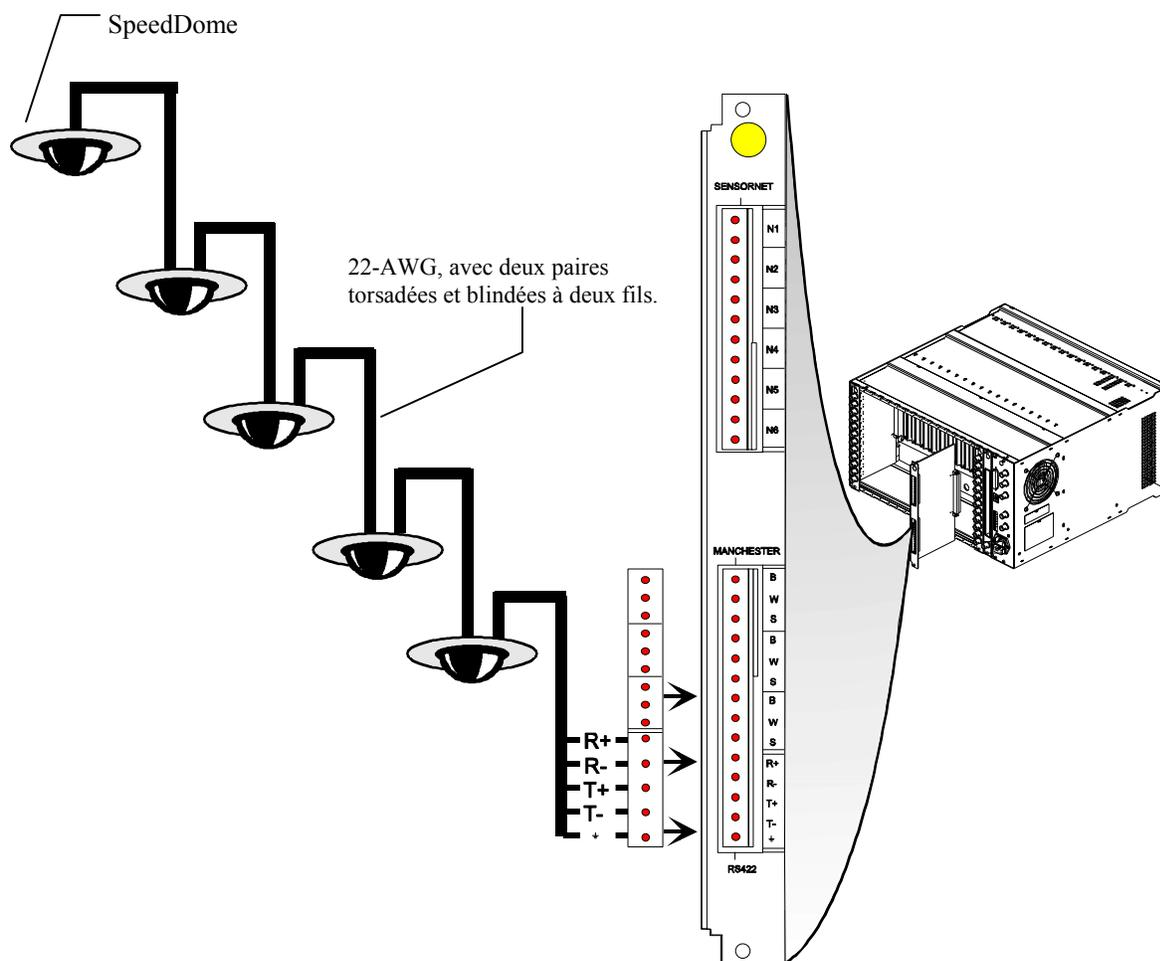

Figure 2-6A - Connexion RS-422 en "daisy chain" au module de code de contrôle
Un port RS-422 est fourni pour connecter les appareils de surveillance de la série SEC SpeedDome™ au système MP168 (voir figures 2-6A et 2-6B). Les appareils SpeedDome peuvent être connectés en "daisy chain", ou aux boîtes de jonction RS-422 de Sensormatic (BJ). Dix appareils SpeedDome peuvent être connectés à une BJ, et dix BJ peuvent être connectées ensemble avec une distance maximale de 915 mètres (3000 pieds) entre le dernier appareil de la chaîne et le module de code de contrôle.